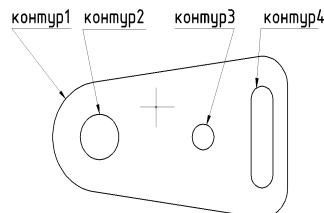

Рис. 12
**Шаг 1.** На виде сверху создаем один наружный замкнутый контур и три внутренних контура (рис. 12).